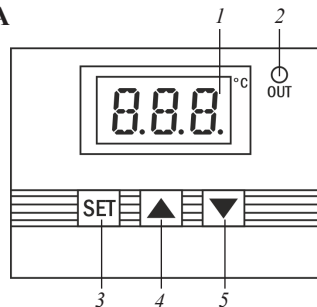

Рис. 1 – Элементы прибора
3.1. После включения питания на индикаторе 1 появятся символы *V.V.V.*, а затем прибор перейдет в режим измерения. На индикаторе 1 (рис. 1) будет отображаться текущее значение температуры.
Реле температуры сработает сразу, как только значение измеряемой температуры опустится ниже уставки T1. Загорится индикатор 2 (рис. 1), замкнутся контакты реле, к которым подключается нагреватель. Реле выключится сразу, как только значение измеряемой температуры превысит уставку T2, контакты разомкнутся и индикатор 2 погаснет. Реле сработает снова, когда измеряемая температура станет меньше уставки T1.
Реле температуры сработает сразу, как только температура превысит уставку T1. Загорится индикатор 2 (рис. 1), замкнутся контакты реле, к которым подключается охлаждающее устройство, например, вентилятор. Реле выключится сразу, как только значение измеряемой температуры опустится ниже уставки T2, контакты разомкнутся и индикатор 1 погаснет. Реле сработает снова, когда измеряемая температура поднимется выше уставки T1.